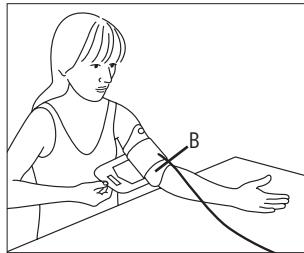

Fig. 2
- A reentrância anatômica B (ver Fig. 2) da braçadeira, em frente à pega da braçadeira, deve ficar apoiada na dobra do braço. O tubo deve ficar apoiado no meio da dobra do braço, e virado na direção da mão.